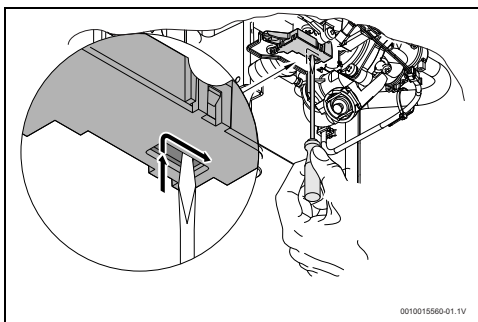

Fig. 28 *Resetear el microinterruptor*
- ▶ Posicionar el microinterruptor según la fig. 28.